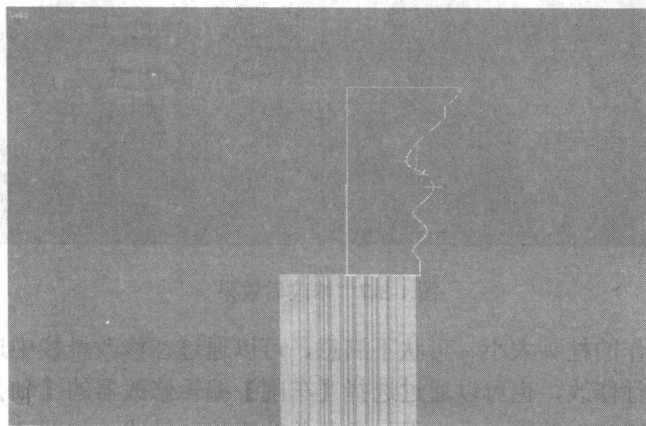

图 1-3-4 绘制柱头剖面
(4) 现在开始制作柱头。在左视图中使用  【图形】创建面板中的【线】工具绘制如图 1-3-4 所示的柱头剖面。